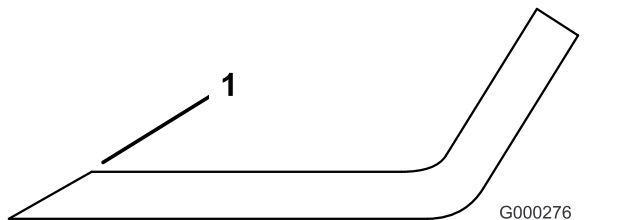

Figura 110
- Utilice una lima para afilar el filo de corte en ambos extremos de la cuchilla (Figura 110).
Nota: Si la cuchilla no está equilibrada, rebaje algo el metal en la parte de la vela solamente (Figura 110).